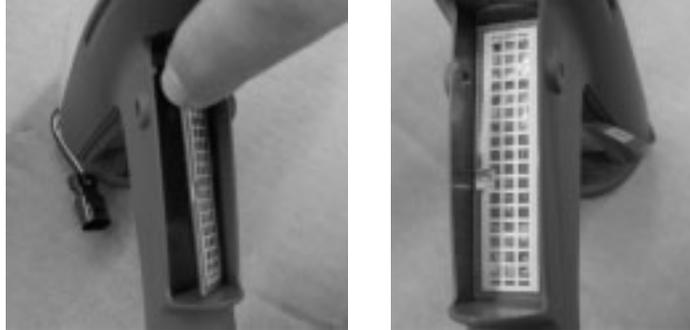

Abbildung 21 Installieren des Auslöseschalters– Schritt 4
4. Siehe Abbildung 21. Ziehen Sie die selbstklebende Schutzfolie vom Schalter ab.